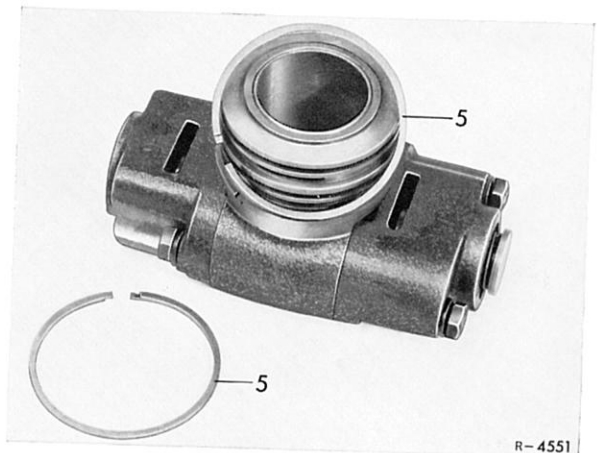

Bild 27-6/11
14 Öldichtringe (5) auf Sicht prüfen, in die Nuten einsetzen und einhängen (Bild 27-6/11).